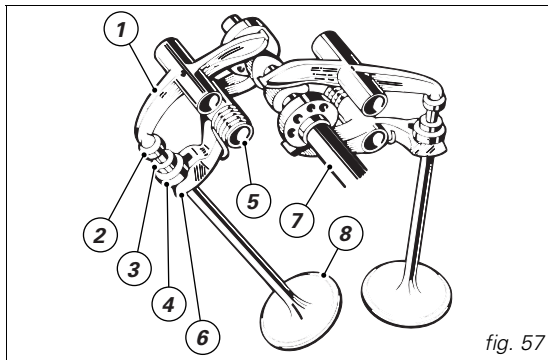

fig. 57
**Schema distribuzione desmodromica** (fig. 57)